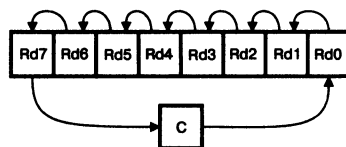

Рис. 4.15. Схема выполнения операции циклического сдвига влево
**Циклический сдвиг содержимого регистра влево через признак переноса.** Это еще один оператор сдвига. В данном случае сдвиг битов производится по кругу, как показано на рис. 4.15. В этот круг включена ячейка признака переноса C.